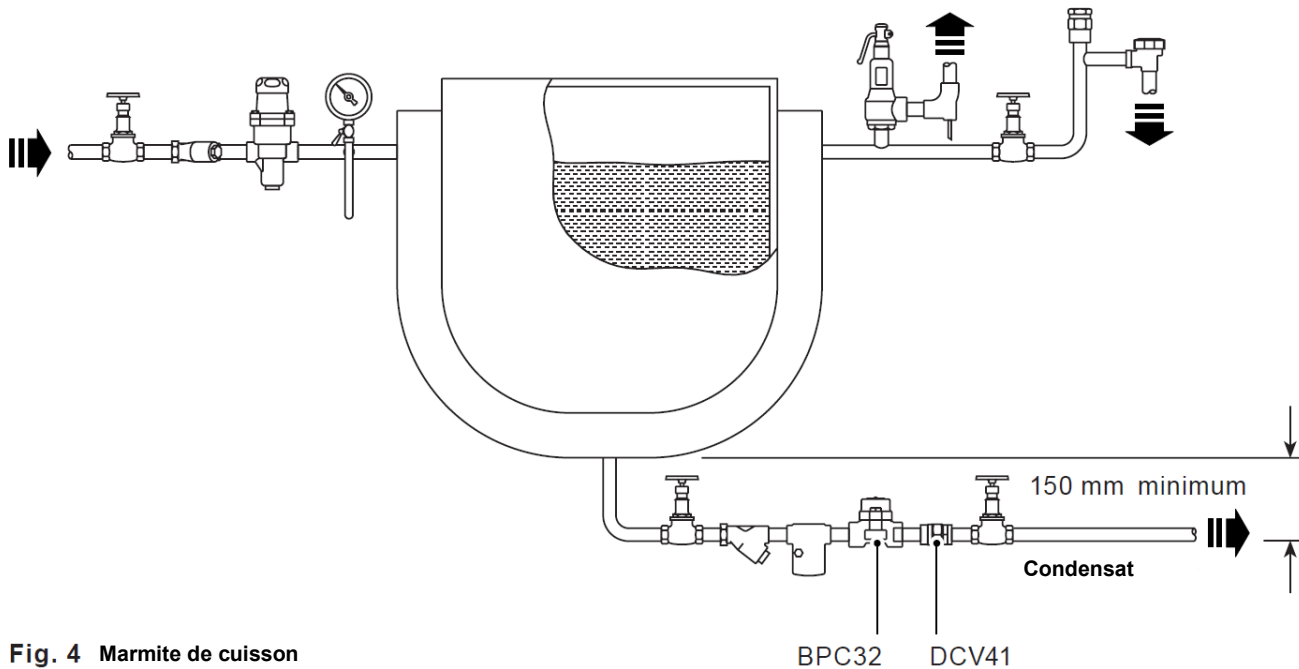

Fig. 4 Marmite de cuisson
- 3.4. Montez le purgeur avec le sens d'écoulement indiqué par la flèche sur le corps, dans une conduite verticale ou horizontale. Prévoyez, juste avant le purgeur, une jambe de purge de 150 mm (voir fig. 4). Remarque : sans jambe de purge, à faible charge, la vapeur peut passer au-dessus du condensat, atteindre le purgeur et provoquer un blocage par vapeur.
- 3.5. Montez toujours un clapet anti-retour après un purgeur qui évacue dans une conduite de condensat avec contre-pression. Cette contre-pression est généralement causée par une conduite de condensat montante. Le clapet anti-retour empêche l'espace vapeur de se remplir lorsque la pression d'entrée est réduite ou coupée. Un clapet anti-retour Spirax Sarco type DCV convient parfaitement à cette application (voir fig. 4).